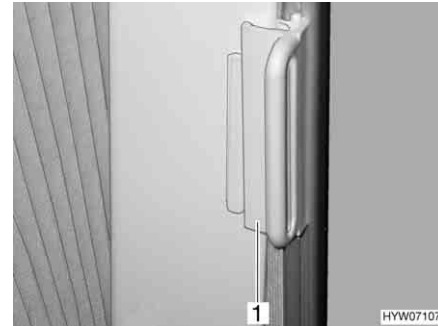

Fig. 39 Verrouillage pour dispositif occultant plissé
- Pousser la poignée (Fig. 39,1) sur la pièce de fixation. Le dispositif occultant plissé est bloqué.